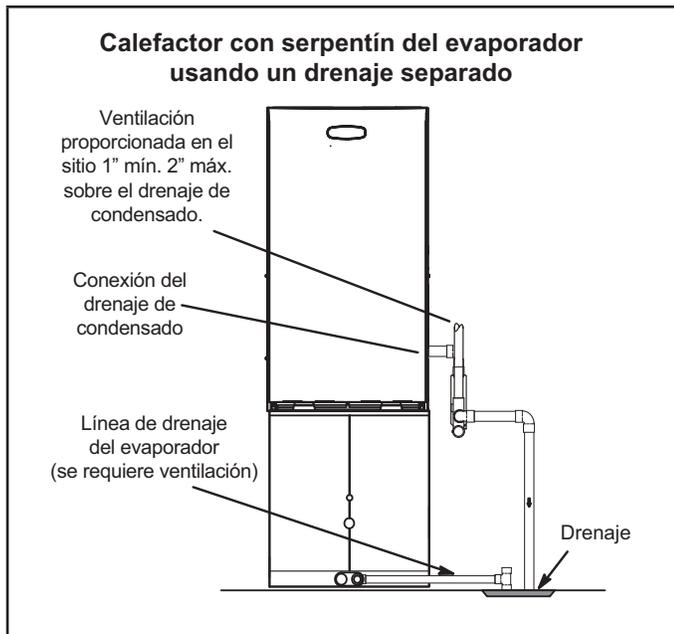
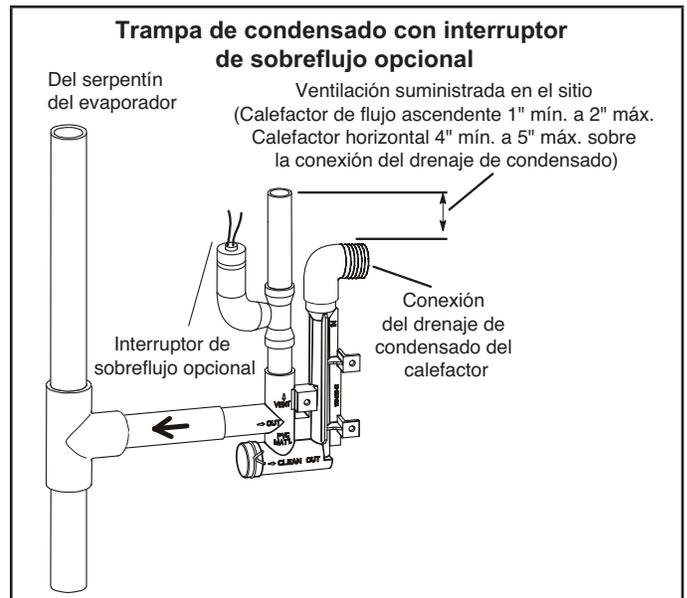

FIGURA 51
FIGURA 53
- 5 - La FIGURA 51 muestra el calefactor y el serpentín del evaporador usando un drenaje separado. Si es necesario, la línea de condensado del calefactor y del serpentín del evaporador se pueden drenar juntas. Ver la FIGURA 52 y la FIGURA 53. La ventilación proporcionada en el sitio debe ser de un largo mínimo de 1" hasta un largo máximo de 2" arriba de la conexión de la salida de drenaje de condensado.